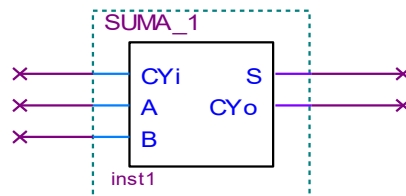

Figura 2. Sumador completo
- Generar un proyecto en el **Quartus II** para ingresar el diseño de un **sumador completo SUMA_1** (figura 2). Verificar su funcionamiento en el simulador para todos los casos posibles.